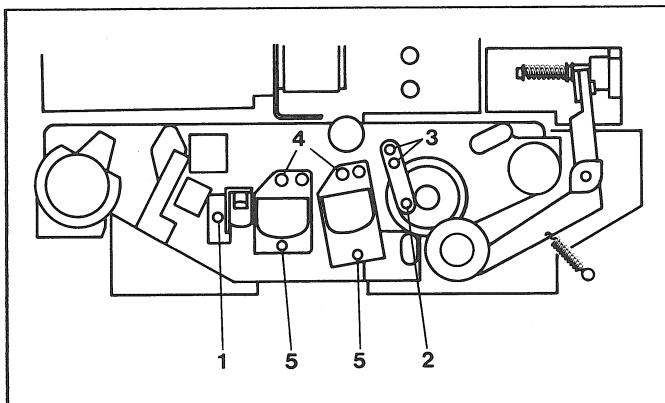

Fig. 1
- Les corrections de hauteur se font au moyen des vis [4, 5] (fig. 1).